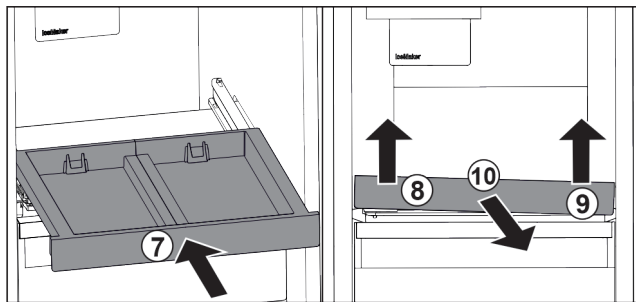

Fig. 141
- Shtyni brenda raftin me tërheqje. Fig. 141 (7)
- Ngrini lart raftin me tërheqje përpara majtas. Fig. 141 (8)
- Ngrini lart raftin me tërheqje përpara djathtas. Fig. 141 (9)
- Hiqeni nga përpara raftin me tërheqje. Fig. 141 (10)